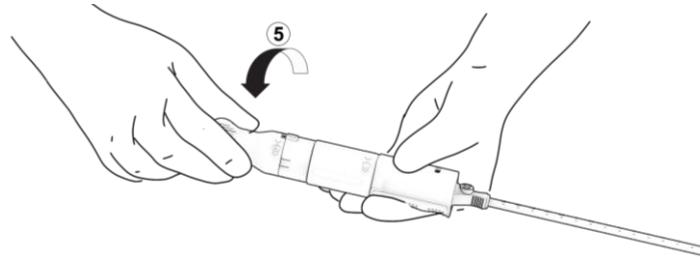

Abbildung 16. Freisetzen des Implantats.
- a. Die freie Hand auf die mit „5“ markierte Entriegelungsnocke legen und diesen Griffteil um 90° teilweise in die auf dem Gerät angezeigte Richtung bis zu den ersten Ausrichtungsmarkierungen drehen. Abbildung 16. Das Implantat befindet sich jetzt in der voll entfaltenen Konfiguration, aber es ist noch an dem Griff des Geräts befestigt.